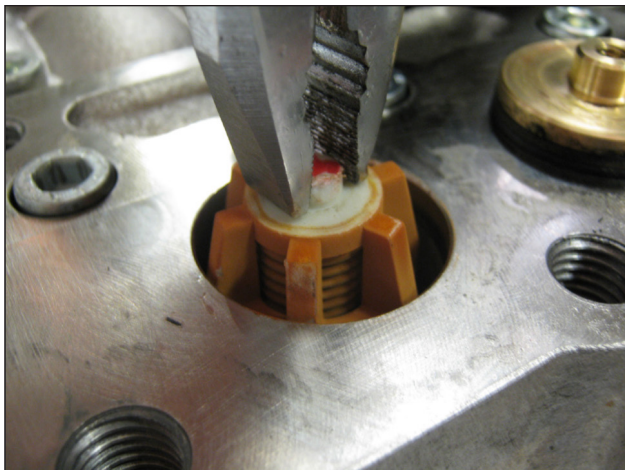

Abb. 18
- Entnehmen Sie die Saug- und Druckventilgruppen der Pumpen KT24-26-28-30-32 - KTR-28-32 - WK155-WK6 und Druckventilgruppen KT36-40-WK8 mithilfe eines einfachen Werkzeugs gemäß (Abb. 18);